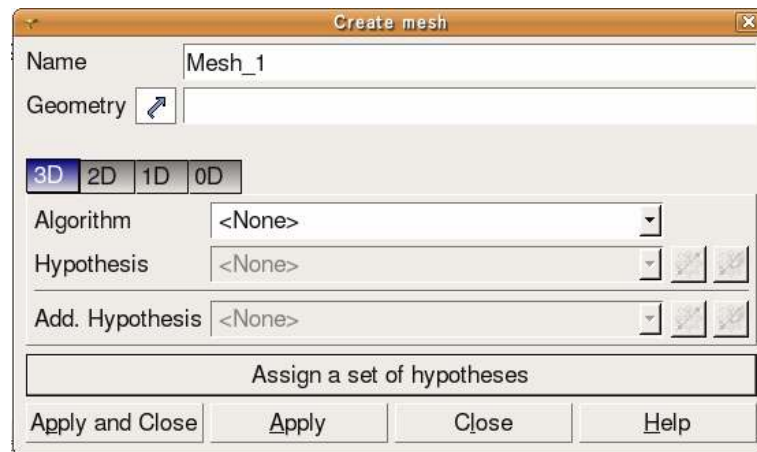

図 17 : Create Mesh 画面
- ② メッシュ作成準備を行うため、メニューバーから「Mesh」→「Create Mesh」をクリックすると、「Create Mesh」画面（図 17）が表示される。